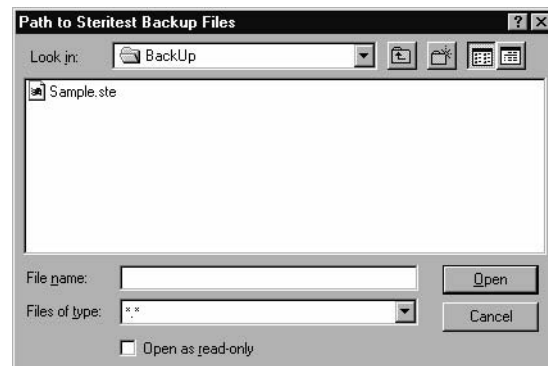

Figura 37: scelta dell'indirizzo per i file di backup
3. Immettere l'indirizzo nel campo **Path to Steritest Backup Files** (*Indirizzo dei file di backup Steritest*), oppure cliccare sul pulsante [...] per aprire la finestra di scorrimento e selezionare l'indirizzo (Figura 37).